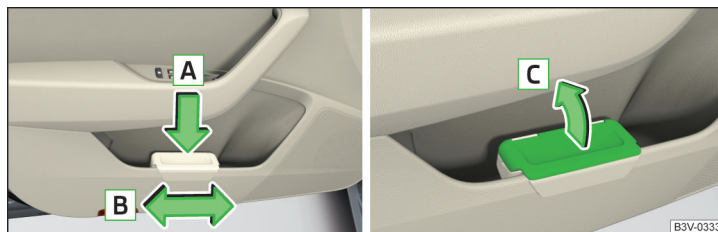

Abb. 112 Abfallbehälter: einsetzen und verschieben / öffnen
- Den Abfallbehälter im hinteren Bereich in Pfeilrichtung **A** eindrücken » Abb. 112.
› Den Abfallbehälter entgegen der Pfeilrichtung **A** herausnehmen » Abb. 112.
› Den Deckel in Pfeilrichtung **C** anheben » Abb. 112.